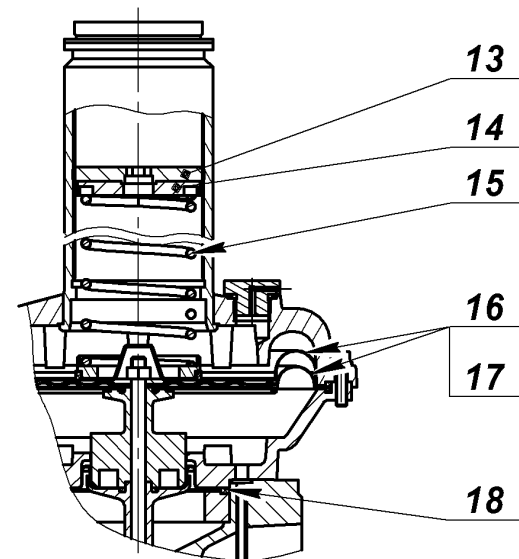

Рис. 4
- используя шестигранное отверстие (s12) в регулировочном винте 13 (рис. 4) при его повороте по часовой стрелке можно увеличить давление на выходе регулятора до заданного значения. Поворачивая регулировочный винт 3 против часовой стрелки происходит уменьшение давления на выходе. После проведения регулировки защитную пробку 4 необходимо установить в прежнее положение.
4.5 **Замена пружины** регулятора должна производиться в следующем порядке (рис. 4):
Дополнительно на рис. 4 показаны: